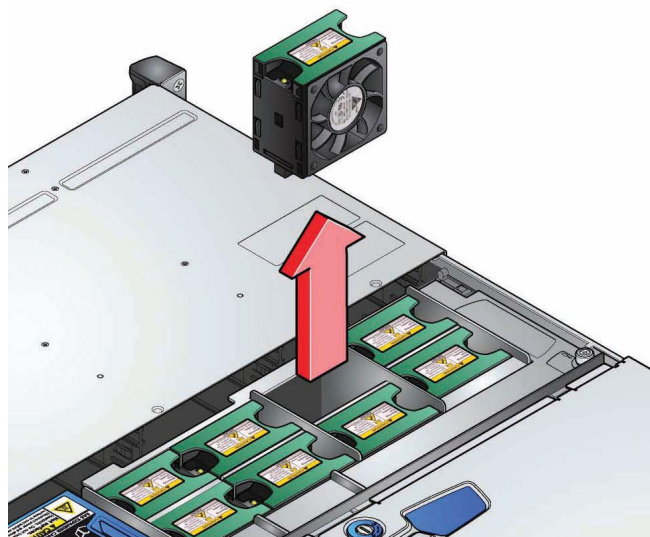

Figura 4: Remover uma ventoinha
2. Com um dedo e o polegar, pegue no módulo de ventoinha avariado e puxe-o para cima para o desprender e retirar da estrutura (ver Figura 4).